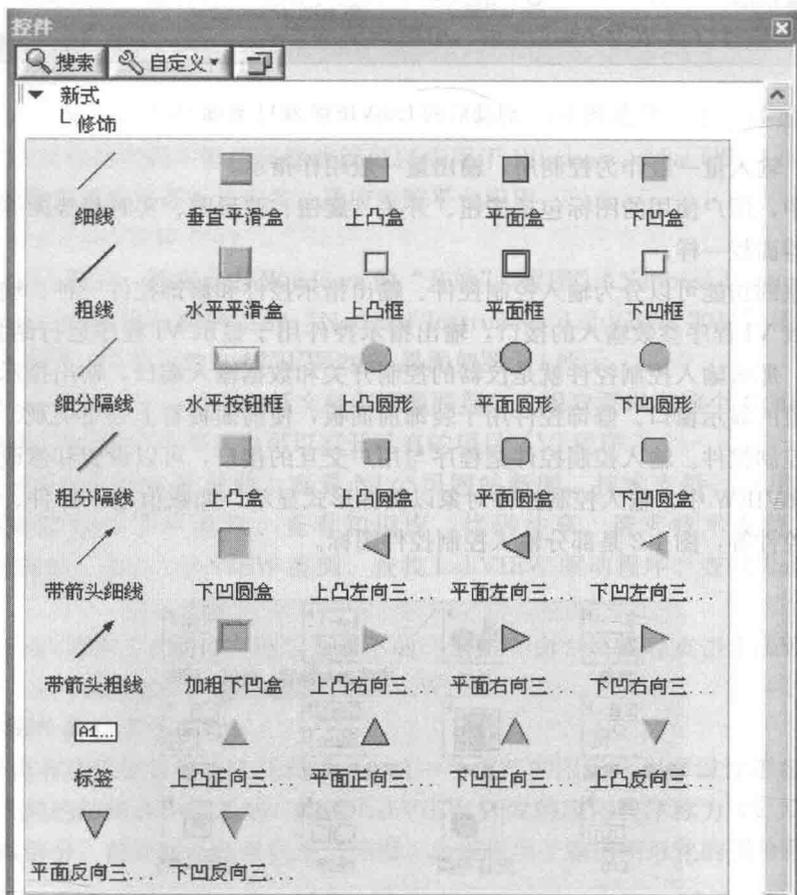

图 1-4 修饰控件
(3) 修饰控件。修饰控件是不能用于数据交流的，如线条、方框、凸盒、凹盒、圆、箭头等，LabVIEW 中的修饰控件如图 1-4 所示。